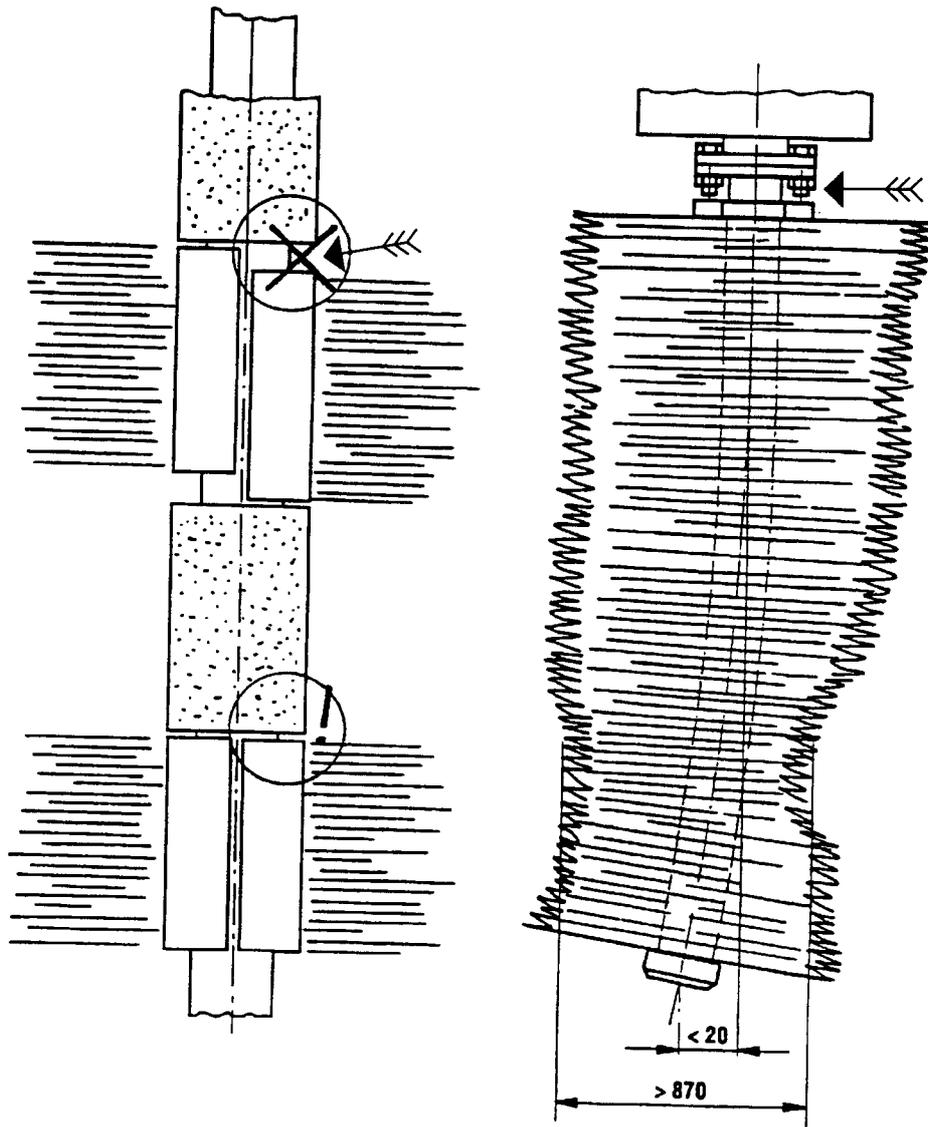

Bild K.3: Seitenbürste
- 1 Seitenbürste: Details s. Bild K.3 und K4